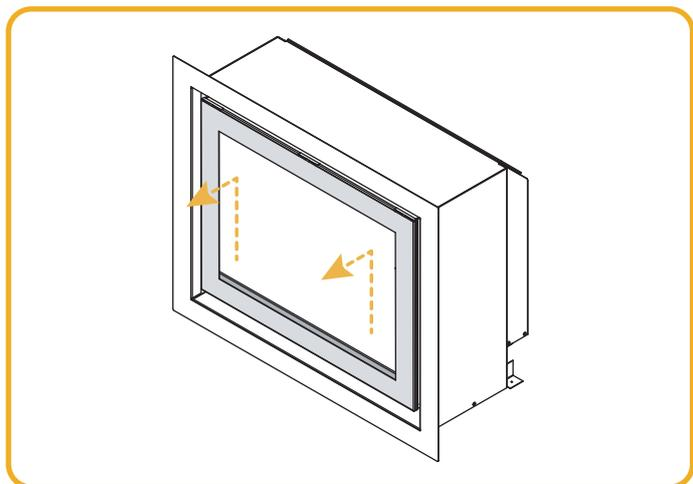

Figure.9.4 | Foyer encastré Elite - Retirer la façade
- Retirez délicatement le verre avant. Voir figure 9.4. Pour les modèles plus grands tels que les 150e et 180e, une ventouse est fournie. Il est recommandé de retirer le verre avant à deux personnes.